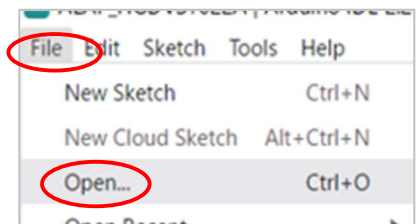

图 3
2. 选择菜单的[file]→[Open]，打开参考代码 (文件名.ino) (图 3)。